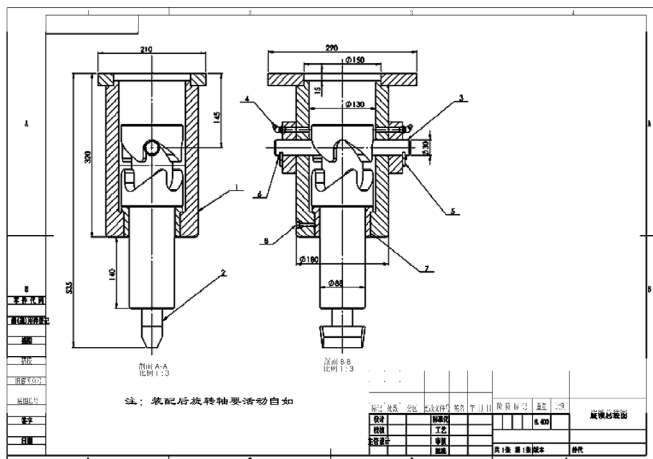

图 7-126 标准零件序号
STEP 9 单击“注释”工具栏中的“零件序号”按钮, 选择旋锁的各组成部分, 为其标注序号, 如图 7-126 所示。